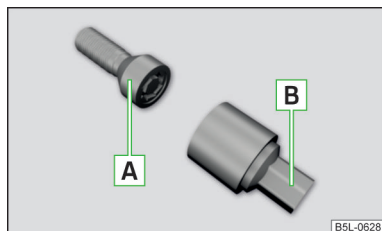

Fig. 338
Los tornillos de rueda antirrobo protegen a las ruedas contra robos. Se pueden **soltar/apretar** solamente con el suplemento **[B]** » **fig. 338**.
- Introduzca la llave de rueda hasta el tope sobre el tornillo de rueda. Usar el suplemento para los tornillos de la rueda antirrobo correspondientes » **fig. 338** de la pág. 312.